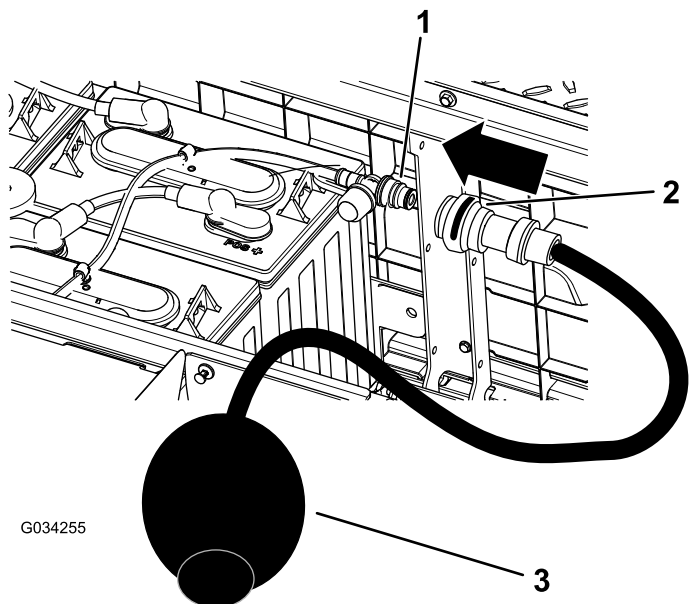

Figura 39
4. Conectai pompa manuală de apă Toro la orificiul de umplere cu apă (Figura 39).